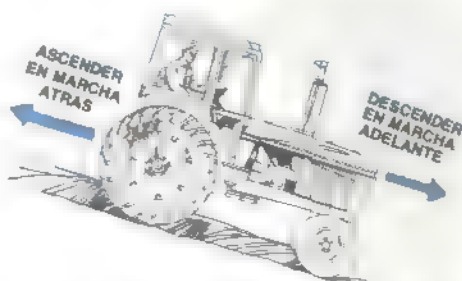

Figura 7.- Forma de transitar en pendientes pronunciadas
- 4 Subir marcha atrás las pendientes muy pronunciadas y descenderlas hacia adelante. Ver figura 7. Si se tiene que subir una pendiente tirando de una carga pesada colocar la barra de tiro en la posición más baja y corta. Embragar y acelerar lentamente, *mantener la velocidad del motor uniforme*. No detenerse en la mitad de la pendiente.